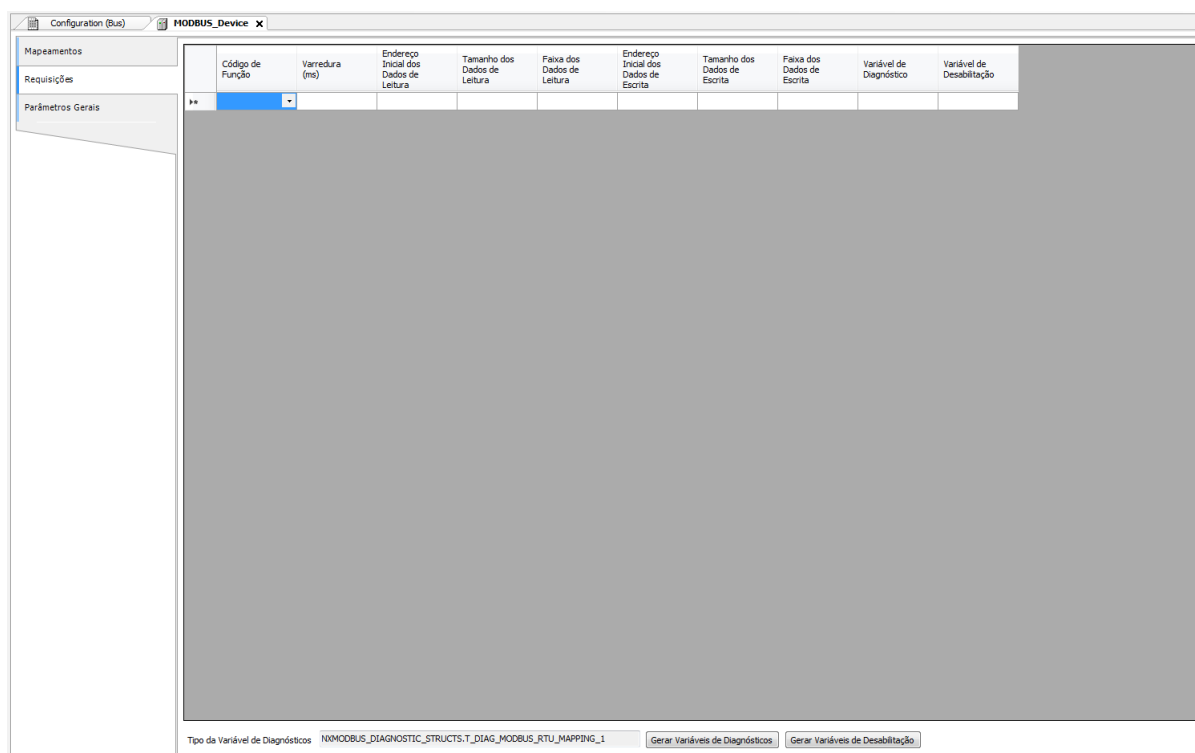

Figura 49: Tela de Requisições de dados MODBUS Mestre
- Adicionar e configurar as requisições MODBUS como apresentado na Figura 49, especificando a função, o tempo de varredura da requisição, o endereço inicial (leitura/escrita), o tamanho dos dados (Leitura/Escrita) e gerar as variáveis de diagnóstico e desabilitação das requisições através dos botões na parte inferior da janela.